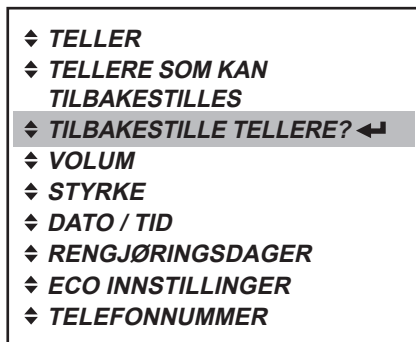

Fig. 34
- I brukermodus kan du aktivere „TILBAKESTILLE TELLERE?“-menyen og trykke på enterknappen for å åpne den (fig. 34).